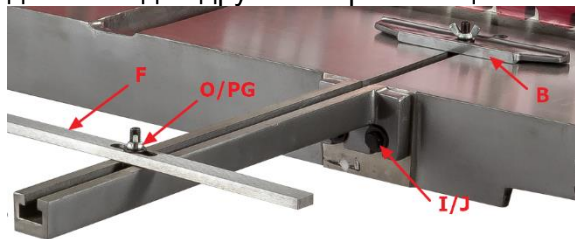

Рис. 3
1. Установите четыре болта с шестигранной головкой и шайбы на переднюю часть стола (I/J, Рис. 3), не затягивайте.
2. Передвиньте направляющую (C) на болты, оставляя ее немного выше поверхности стола. Закрутите болты и слегка постучите по направляющей, пока она не выровняется с поверхностью стола. Затяните болты. Повторите действия для другой направляющей.